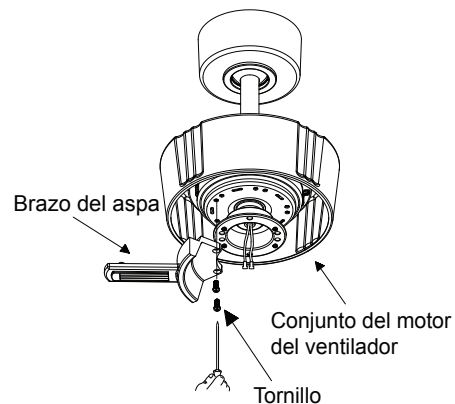

Fig. 16
**Paso 1.** Fija el brazo del aspa al conjunto del motor del ventilador apretando el tornillo del brazo del aspa en el conjunto del motor del ventilador. (Fig. 16)